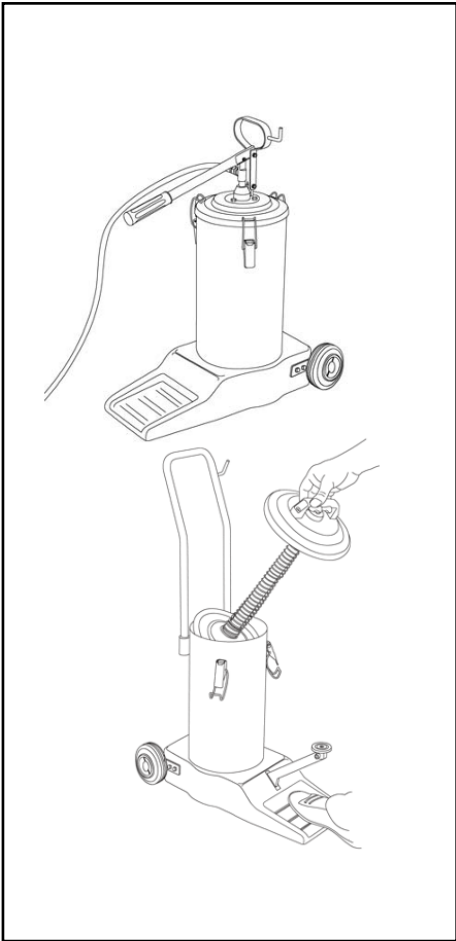

Fig. 1
- **Fig. 1:** Assemble the lever and handle in the way and sequence indicated.
- **Fig. 1:** Montare la leva nel modo e nella sequenza indicati.